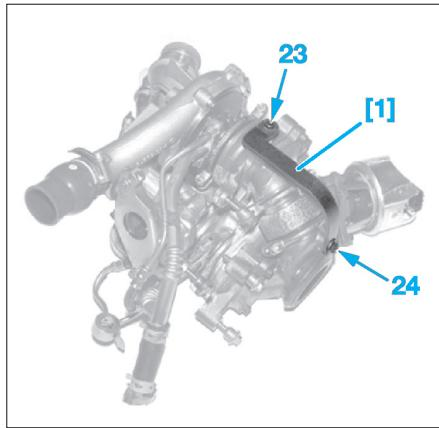

Fig. 53
- [1]. Outil de maintien de l'assemblage des éléments du biturbocompresseur (ref. 0188-A.L.) (Fig.53).
- Poser l'outil [1] sur le biturbocompresseur à l'aide de vis (23) et (24) (Fig.53).